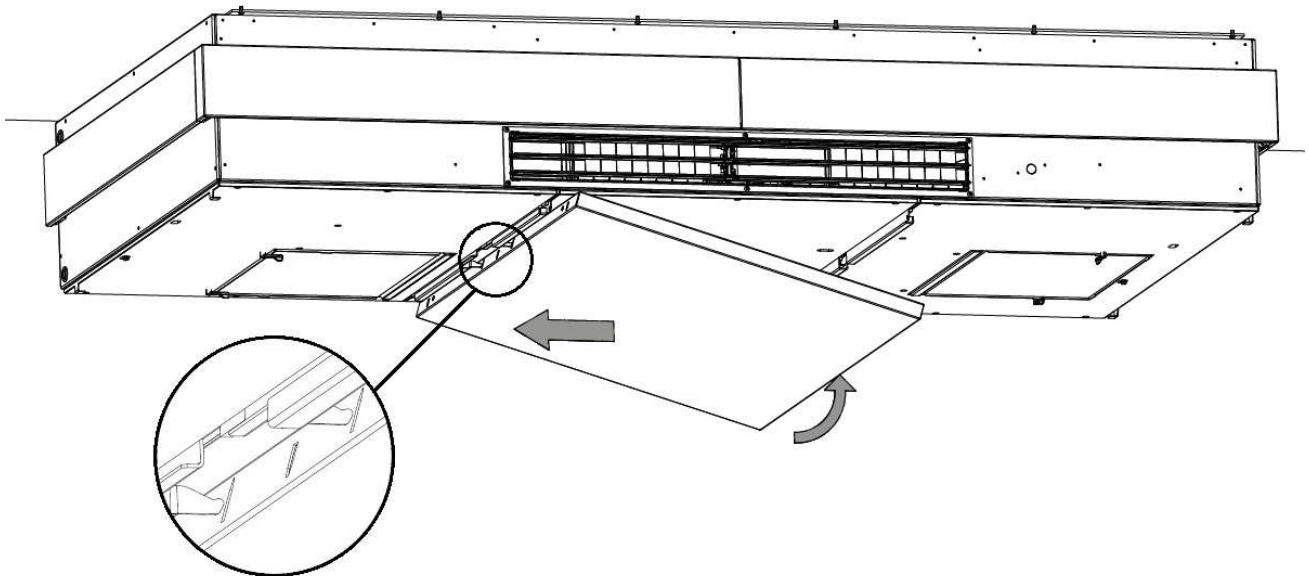

Abbildung 51: Aufsetzen des mittleren Gehäusedeckels auf die Scharniere
1. Setzen Sie den mittleren Gehäusedeckel auf die Scharniere, siehe Abbildung 51 unten.